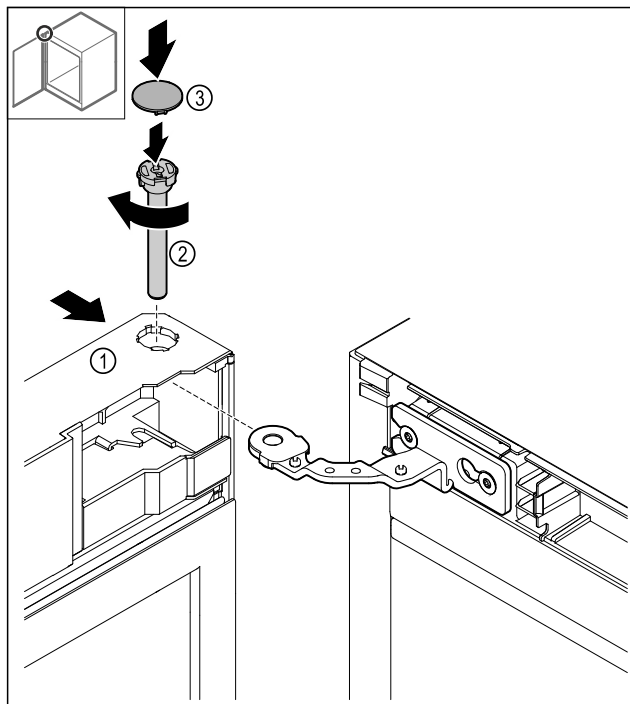

Fig. 44
- Spingere la porta Fig. 44 (1) in alto sulla cerniera.
- Inserire i bulloni e Fig. 44 (2) fissarli ruotandoli in senso orario.
- Applicare la copertura Fig. 44 (4).